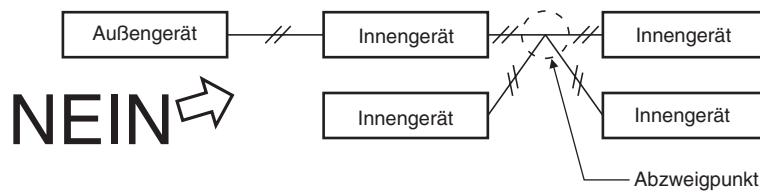

Abb. 4-4
- (3) Steuerverbindungskabel zwischen Geräten dürfen nicht so angeschlossen werden, dass eine sternförmige Abzweigung gebildet wird. Sternförmige Abzweigungen verursachen eine inkorrekte Adresseneingabe. (Abb. 4-4)